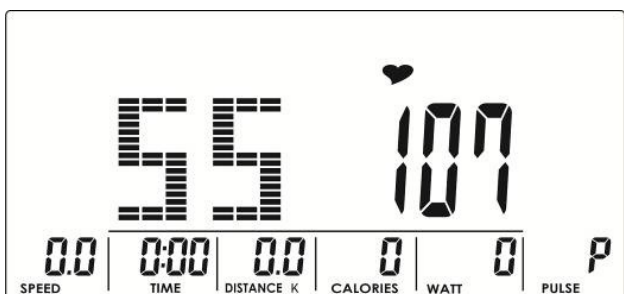
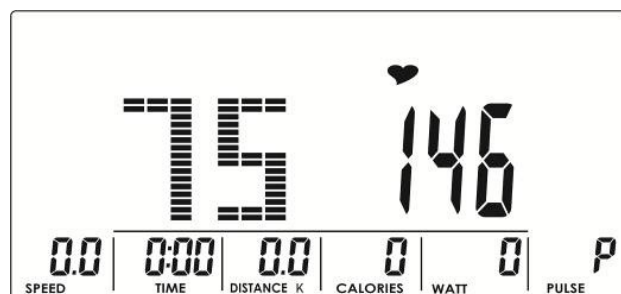
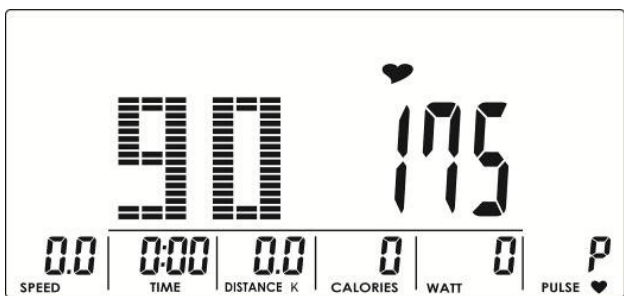
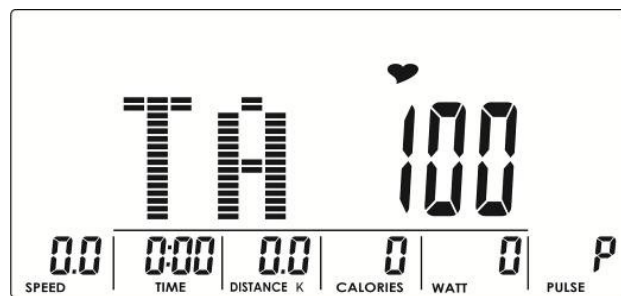

Fig. 11
Fig. 12
Fig. 13
Fig. 14
2. Vælg 55 % (fig. 11), 75 % (fig. 12), 90 % (fig. 13) eller TAG (målpuls, standardværdi: 100) (fig. 14) med UP- eller DOWN-knapperne. Hvis du vælger TAG, skal du indtaste en værdi fra 30 til 230 med UP- eller DOWN-knapperne.